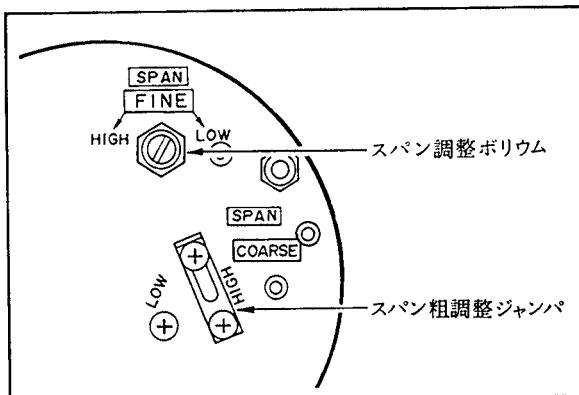
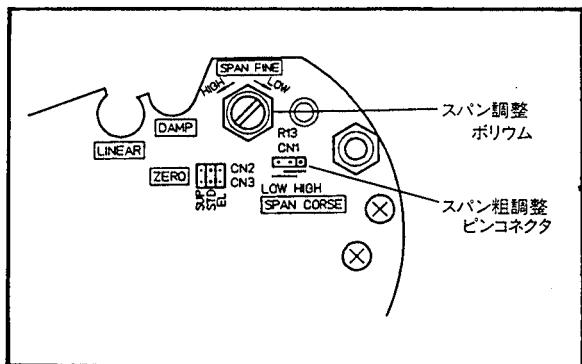

図6.3.1 スパン調整部(I形アンプユニット)
図6.3.2 スパン調整部(II形アンプユニット)
- (1) 測定レンジの0%を正方向に遷移している場合は、遷移量を零にします(6.6項参照)。
- (2) スパン粗調整ジャンパ(またはピンコネクタ)をHIGHの位置に固定します(図6.3.1および図6.3.2参照)
- (2) スパン粗調整ジャンパ（またはピンコネクタ）を、HIGHまたはLOWのいずれかに固定します（図6.3.1および図6.3.2参照）。HIGHまたはLOWの選択方法を以下に示します。